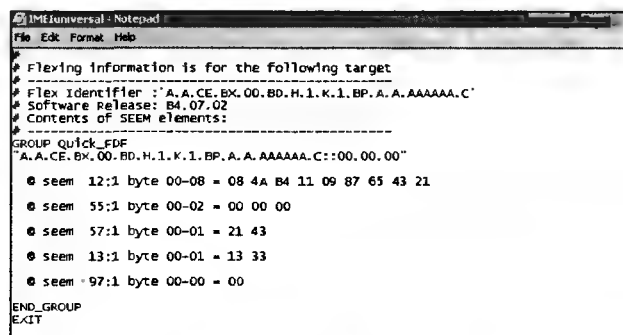

Рис. 7.23
1. Открывают при помощи программы NOTEPAD (Блокнот) файл **imeiuniversal.fdf**, находящийся в директории **motosoft**. Окно этой программы показано на рис. 7.23.